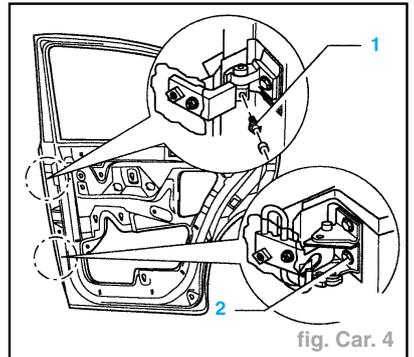

fig. Car. 4
- Extraire la vis sans fin (1) de la charnière du haut (fig. Car. 4).